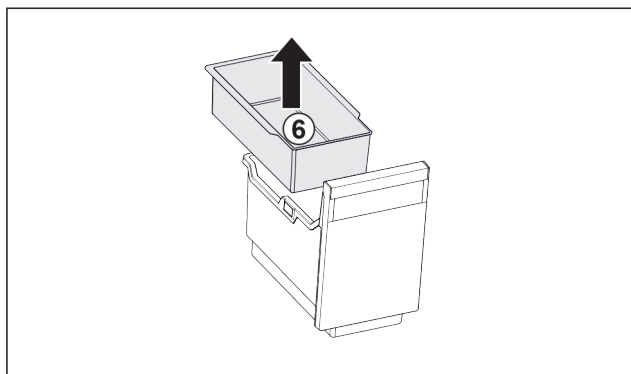

Fig. 95
- ▶ Извлеките Fig. 95 (6) подвесной лоток.